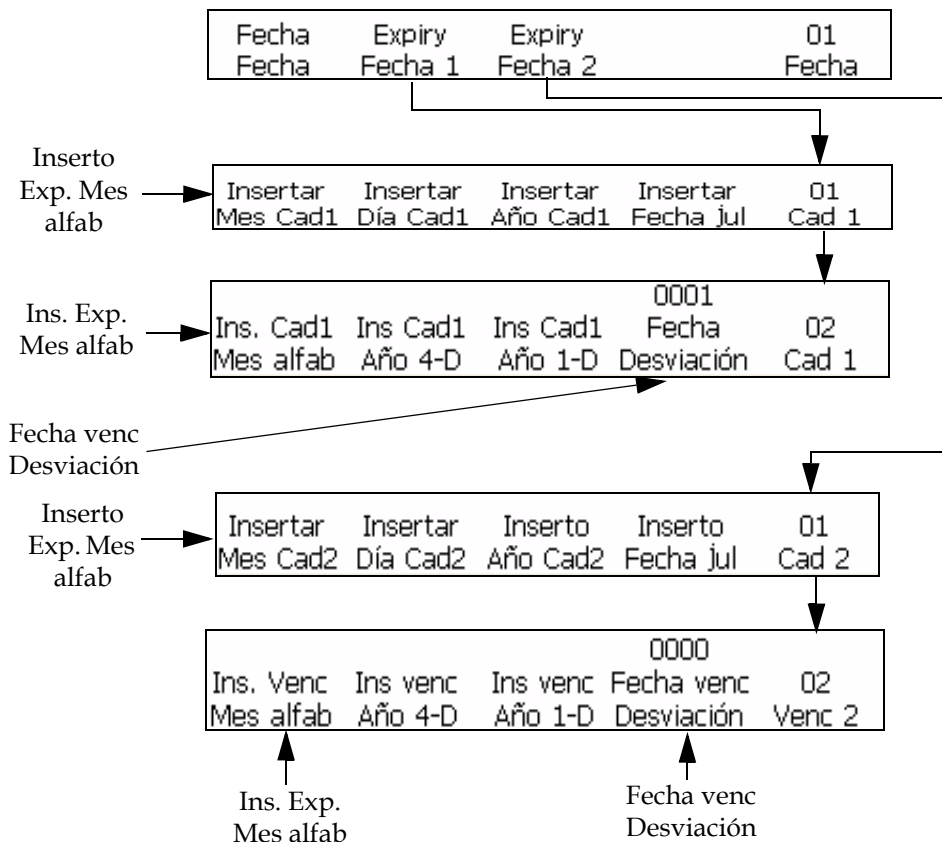

Figura 5-47: Marcos <02 Venc 1> y <02 Venc 2>
- 1 Comience en el marco <01 Exp 1> (01 Edición > 02 Edición - Insertos > 01 Inserto - Fecha > 01 Fecha - Expiry Dates 1 > 01 Exp 1). Consulte la Figura 5-47.
- 4 Pulse la tecla F5 para ir al marco <02 Venc 1>. Consulte la Figura 5-47 en la página 5-58.
- 1 Comience en el marco <01 Cad 1> (01 Editar > 02 Editar - Insertos > 01 Insertar - Fecha > 01 Fecha - Fechas de caducidad 1 > 01 Cad 1). Consulte la Figura 5-47 en la página 5-58.
- 1 Comience en el marco <02 Venc 1> (01 Edición > 02 Edición - Insertos > 01 Inserto - Fecha > 01 Fecha - Expiry Dates 1 > 01 Exp 1 > 02 Venc 1). Consulte la Figura 5-47.